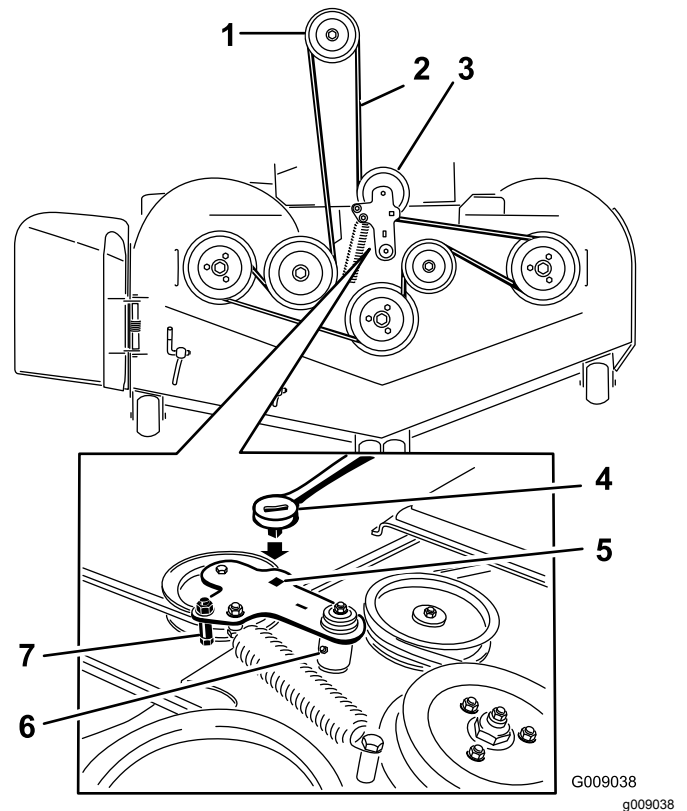

Figura 114
5. Levante la chapa de suelo e introduzca una llave dinamométrica en el taladro cuadrado del brazo tensor de la carcasa (Figura 114).
6. Gire cuidadosamente el brazo tensor de la carcasa en sentido horario y retire la correa del cortacésped (Figura 114).